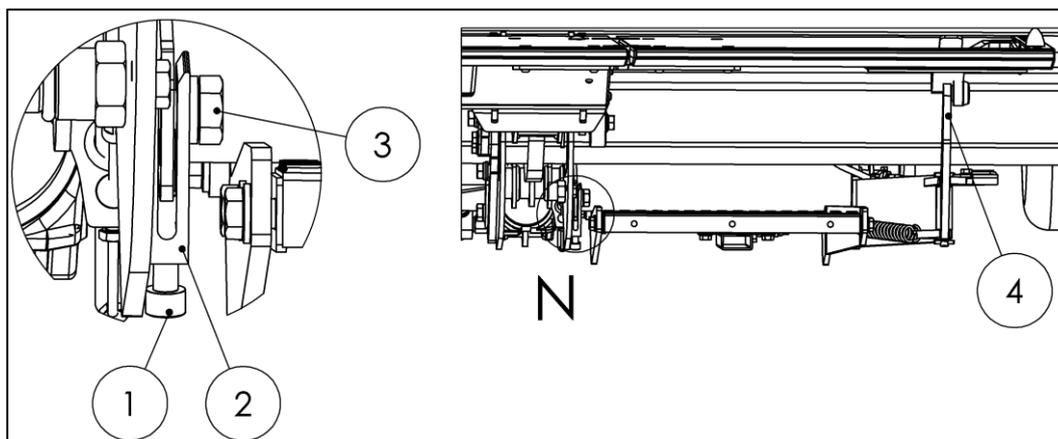

Fig. 73
Si es necesario, ajuste la altura de la sección plegable en el lado derecho de la plataforma usando la horquilla de ajuste derecha (2) (tornillo de ajuste accesible desde abajo) (vea Fig.73)